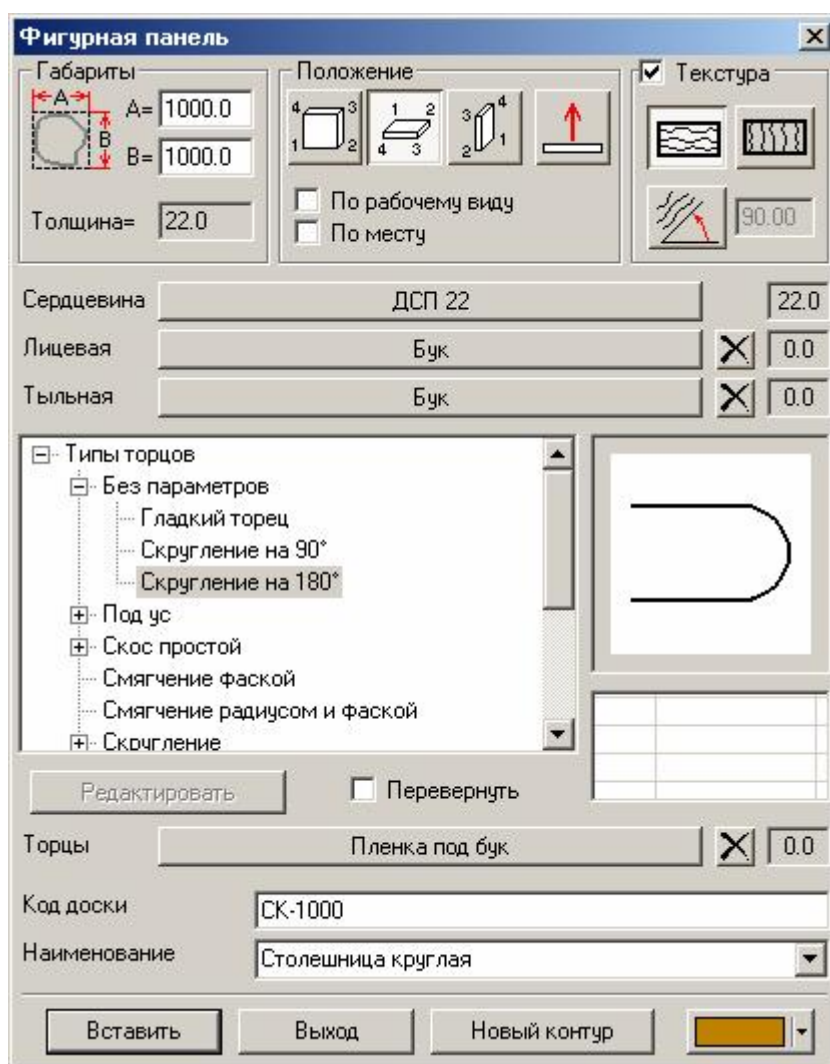

Рис. 13 Диалоговое окно приложения *Фигурная панель*
2. Запустить приложение **Фигурная панель**, выбрав одноименную команду в меню **Приложения** или нажав соответствующую пиктограмму на мебельной панели. После этого появляется диалоговое окно **Фигурная панель**, показанное на рис. 13.
3. Щелкнуть правой кнопкой мыши, вызвать появление на экране окна **Фигурная панель**, показанного на рис. 13.